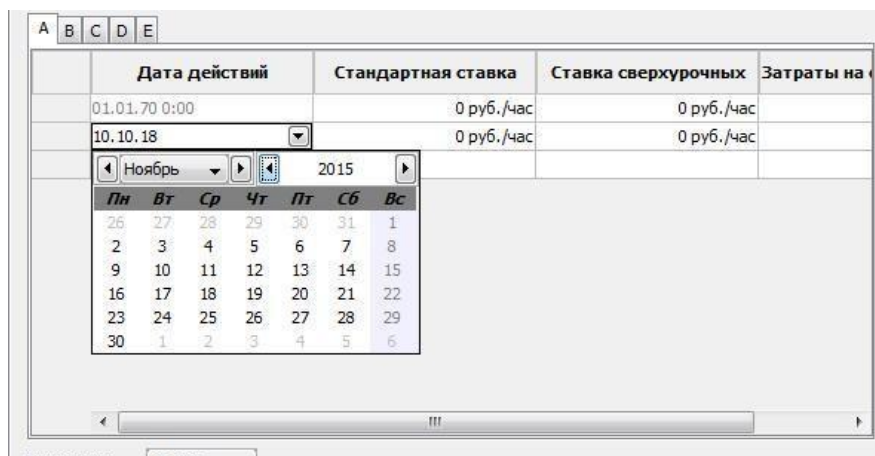

Рисунок 26 - Вибір дати
1. Дата дій - дата, починаючи з якої діють розцінки, зазначені у трьох інших стовпцях таблиці; якщо такий датою є початкова дата проекту, то її можна, можливо не вказувати; для вибору дати можна скористатися календарем, що розкривається, пов'язаним з кожним осередком цього стовпця (Рисунок 26). OpenProject дозволяє вказувати до 25 періодів дії розцінок (то є можна, можливо заповнити 25 рядків таблиці);